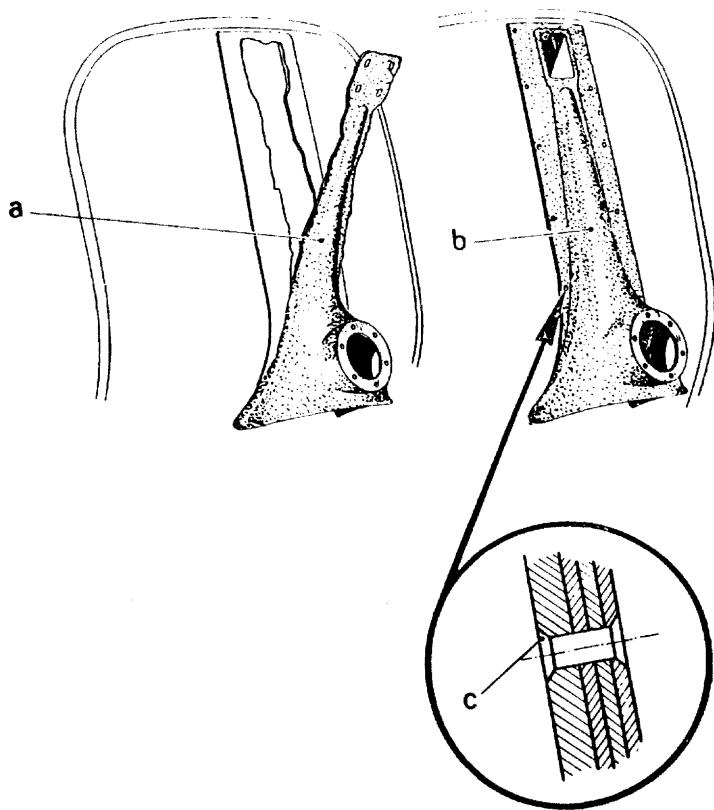

Fig. 57
- a) - First remove the « P » badge and then with a cold chisel cut out the profiled portion of the pressing as indicated in fig. 57 by the letter « a ».
- a) - Arrancar con un cortafrión, después de haber quitado la placa « P », la parte en relieve del cubre - dirección efectuando el corte como se indica en la fig. 57 con la letra « a ».